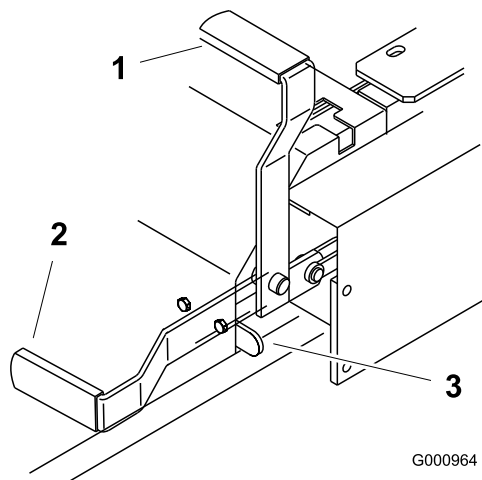

Figura 12
2. Tire de la palanca del freno de estacionamiento hacia arriba y hacia atrás para poner dicho freno (Figura 12). La palanca del freno de estacionamiento debe permanecer firmemente en la posición de PUESTO.
Empuje hacia adelante y hacia abajo la palanca del freno de estacionamiento para quitar dicho freno (Figura 12). El freno de estacionamiento se quita y la palanca descansa en el tope del freno.